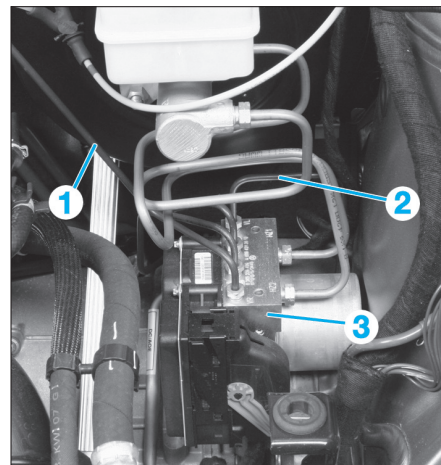

FIG. 22
- Débrancher les canalisations hydrauliques (1) et (2) du bloc hydraulique (3) (Fig.22).